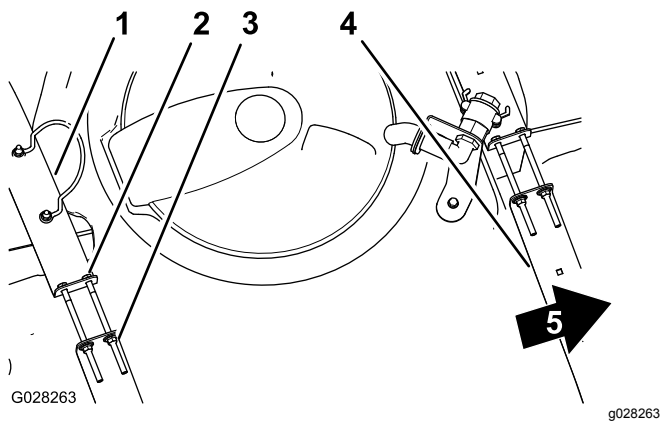

Bild 81
2. Prüfen Sie, ob Sie zwischen den Behälterriemen und dem Behälter eine Bewegung feststellen können (Bild 81).
- Wenn die Behälterriemen lose am Behälter angebracht sind, ziehen Sie die Sicherungsbundmutter und Schrauben oben an den Riemen an, bis sie mit der Behälterfläche bündig sind (Bild 81).